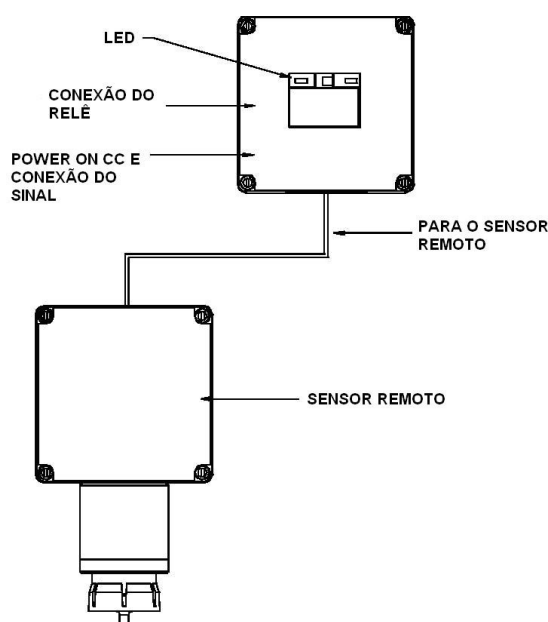

Figura A-1. Fiação do Ultima Série X de propósito geral Módulo Duplo
- Veja Figura A-1 e A-2 para Monitores de Gás Ultima Série X de propósito geral Módulo Duplo e à prova de explosão, respectivamente.